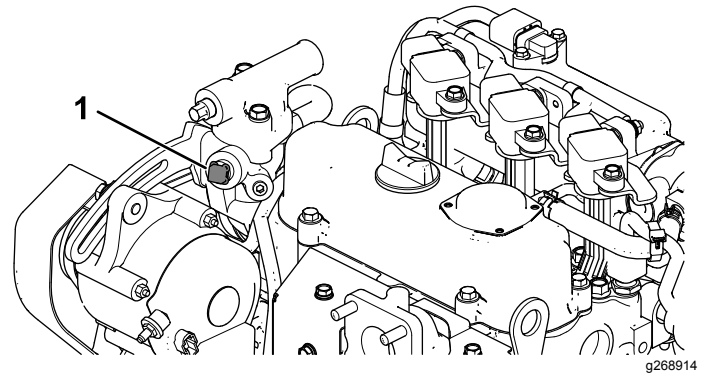

図 12
- A. サーマスタットハウジングのプラグを外す  図 12。